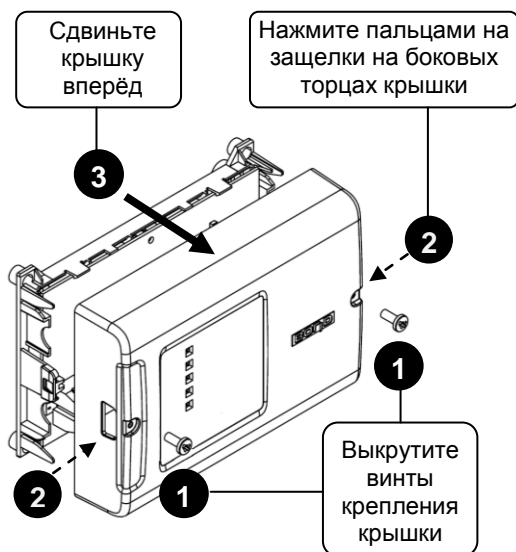

Рисунок 2. Снятие крышки блока
3.3.4 Снимите крышку блока в порядке, указанном на рис. 2.
3.3.8 Снимите крышку блока в порядке, указанном на рис. 2.
3.4.2 Снимите крышку блока в порядке, указанном на рис. 2.